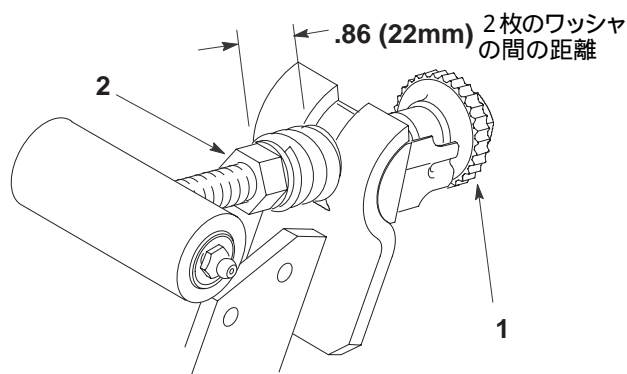

図 17
1. 整備などの都合でSPAアセンブリ（図17）を分解した時は、組み立てに際してスプリングの長さを 22 mm に調整してください。調整は調整ナットを締めて行います。